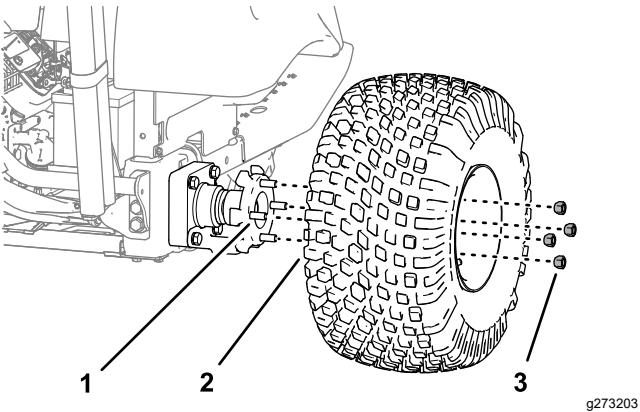

Figure 30
- Retirez les 4 écrous qui fixent la roue au moyeu, puis déposez la roue complète (pneu et jante) (Figure 30).
- Montez la roue complète sur les goujons du moyeu (Figure 30) à l'aide des 4 écrous de roue que vous avez retirés à l'opération 2, et serrez les écrous à la main.